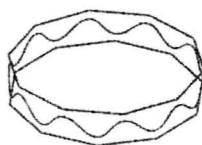

图 1.2.3 艺术样条 1
Step4. 创建图 1.2.3 所示的艺术样条 1。选择下拉菜单 **插入(S) → 曲线(C) → 艺术样条(A)...** 命令；在 **类型** 区域的下拉列表框中选择 **根据极点** 选项，在 **参数化** 区域 **次数** 的文本框中输入值 2，选中 ☒ **封闭** 的复选框，其他参数都为默认设置；在指定极点位置依次选取图 28.2 和图 28.4 所示的边线的端点为参考，单击 **<确定>** 按钮，完成艺术样条 1 的创作。